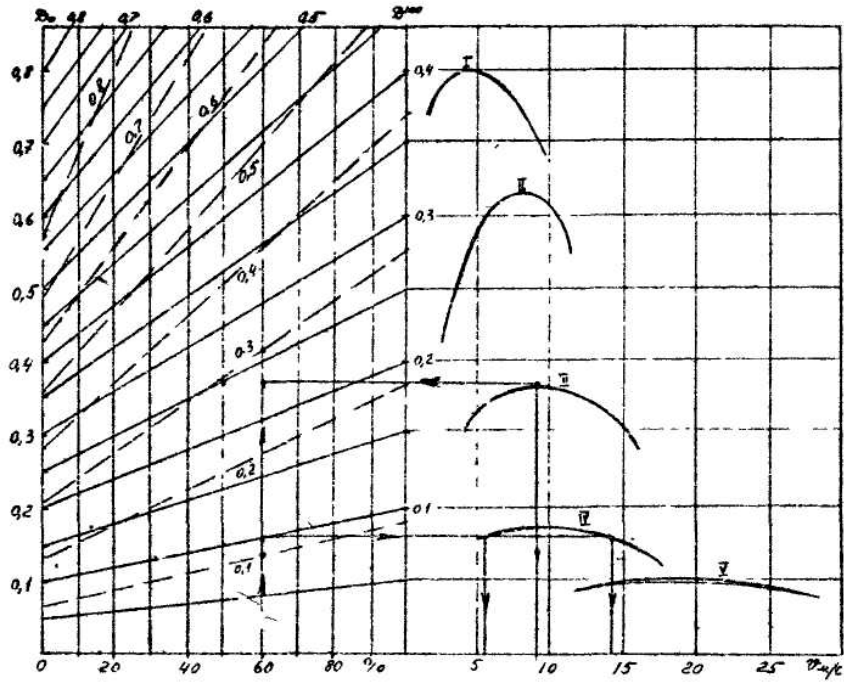

Рисунок 3.
Пользуясь динамическим паспортом автомобиля (рис.3), определите, на какой передаче и с какой скоростью движется автомобиль, какова величина его динамического фактора, а также определите силу тяги на ведущих колесах автомобиля.
3. Определим передачу, на которой движется автомобиль. На рис.3 восстановим перпендикуляр к горизонтальной оси в точке, соответствующей нагрузке 60%, до его пересечения с динамическим фактором, равным 0,1. Из вновь полученной точки проведем прямую, параллельную оси абсцисс до пересечения с кривой динамического фактора. Согласно построению автомобиль может двигаться равномерно на 4-й передаче со скоростями 5,6 м/с либо 14 м/с, так как прямая пересекает кривую  $D_{IV}$  в точках, соответствующих этим скоростям движения.